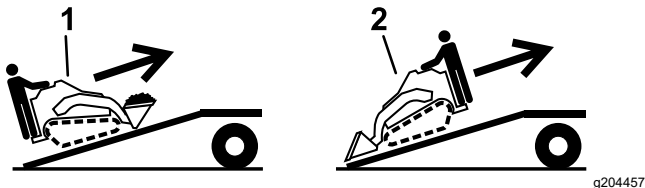

Figure 36
5. Montez la machine sur la remorque en gardant le côté le plus lourd en haut de la rampe et en maintenant la charge en bas (Figure 36).